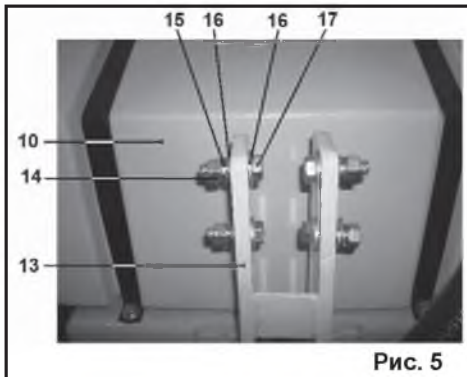

Рис. 5
7.1.1. На кронштейне (13), расположенного сзади бака для воды (10), снимите детали крепления: гайки (14), шайбы пружинные (15), шайбы (16), болты (17) (Рис. 5).
жинные (15), шайбы (16), болты (17) (Рис. 5).